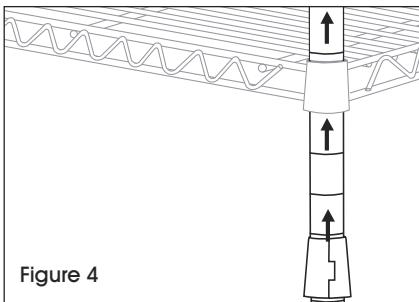

Figure 4
2. Insérez le montant par le dessous du plateau jusqu'à ce que le plateau glisse fermement sur les supports. (Voir Figure 4)